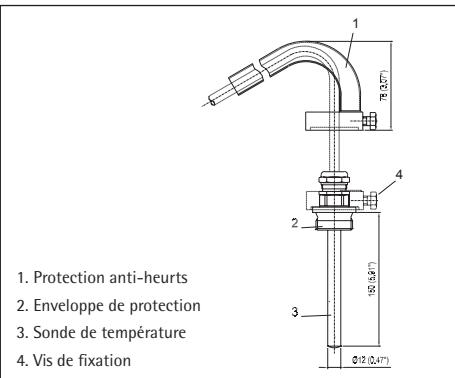

Fig. 2
Remplissez le doigt de gant du thermomètre du transformateur (par ex. selon EN 50216-4, ancienne appellation: 42554 ou similaire) aux 2/3 d'huile ou de pâte thermoconductrice et vissez le manchon de montage (fig. 2/2). Insérez le capillaire avec la sonde de température dans le manchon de montage, jusqu'à la butée, et vissez fermement le passe-câble à vis M16.
3.4 Protection anti-heurts (fig. 2/1) en option
Si nécessaire, placez la protection anti-heurts sur le vissage de l'enveloppe de protection (fig. 2/2) et guidez le capillaire dans la protection anti-heurts. Serrez la vis de fixation (fig. 2/4) de la protection anti-heurts au niveau d'une partie plate du vissage hexagonal.